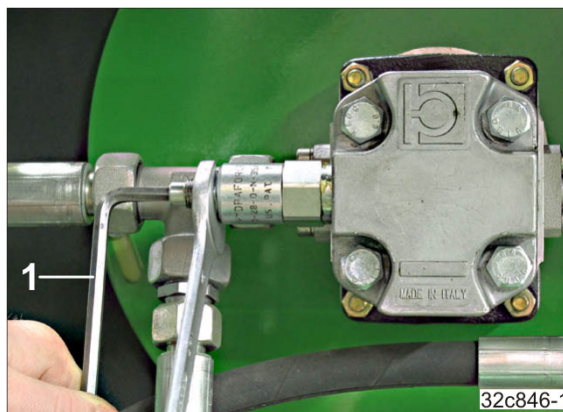

Fig. 171
1. Desfaceți contrapiulița (Fig. 171).
- 2.1 Rotiți corespunzător șurubul cu cheia inbus (Fig. 171/1).
2. Reglați turația nominală a suflantei cu cheia inbus (Fig. 171/1) la supapa de limitare a presiunii. Nu depășiți turația maximă a suflantei de 4000 rot/min.